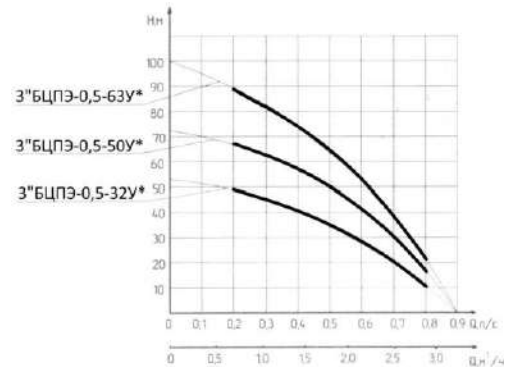

Рис.2. Напорные характеристики электронасосов 3"БЦПЭ-0,5
Напорные характеристики электронасосов приведены на рис. 2.
- соединить электронасос с помощью переходников с напорным трубопроводом не менее 1 дюйма 9см. Рис. 4) для обеспечения объемной подачи 9см. Рис. 2)